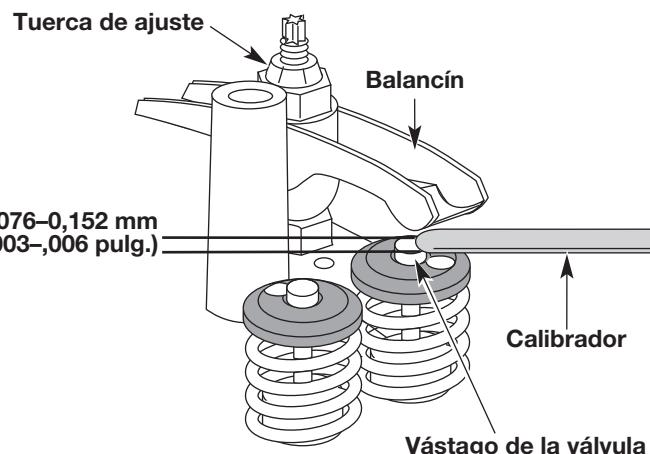

Fig. 34
7. Deslice el calibrador de hoja entre el balancín y la parte superior de cada uno de los vástagos de las válvulas. Mida el huelego entre el vástago de la válvula y el brazo oscilante (Fig. 34). Realice esto en las válvulas de entrada y de escape.
- a. Gire la tuerca de ajuste con una llave de 8 mm (5/16 pulgadas) o una guía de tuercas (Fig. 34).